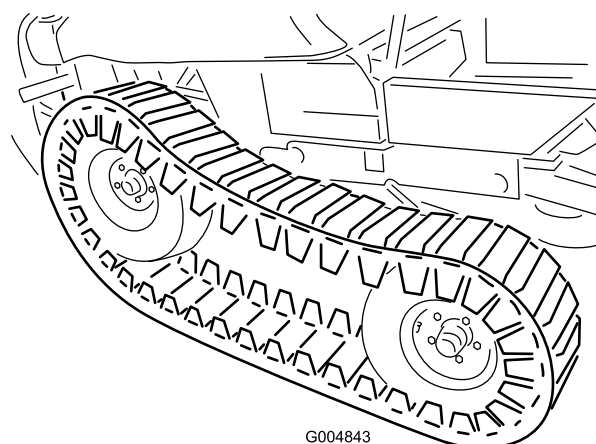

Figura 120
48. Con un aiutante, sollevate la parte anteriore del cingolo in modo sufficiente a montare con attenzione gli pneumatici anteriori (Figura 120).